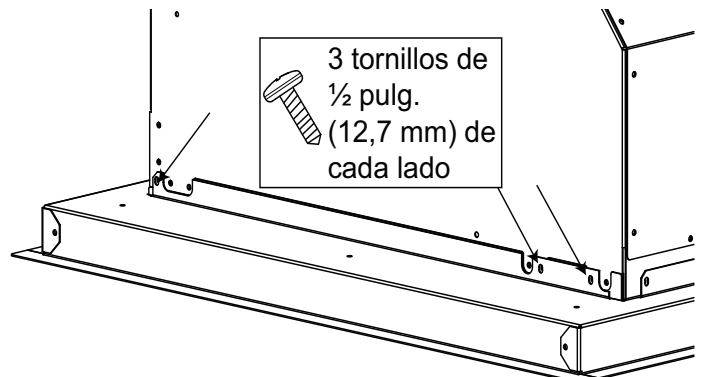
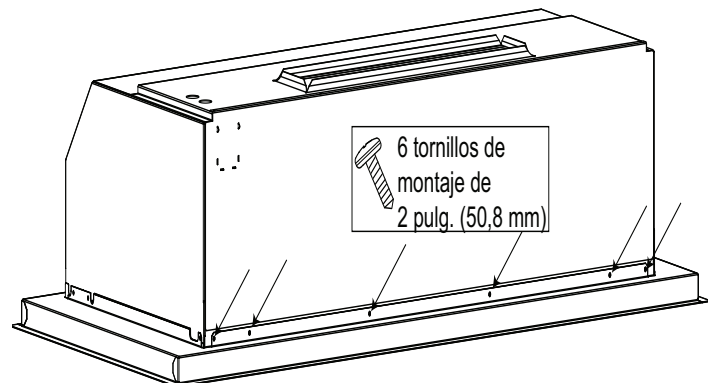

Figura 3: Sujeción de las partes laterales del marco
Figura 4: Tornillos traseros de los
3. Sujételo a la campana con dieciocho tornillos de 0,5 pulg. (12,7 mm), como se muestra en la Figura 3 y la Figura 4.